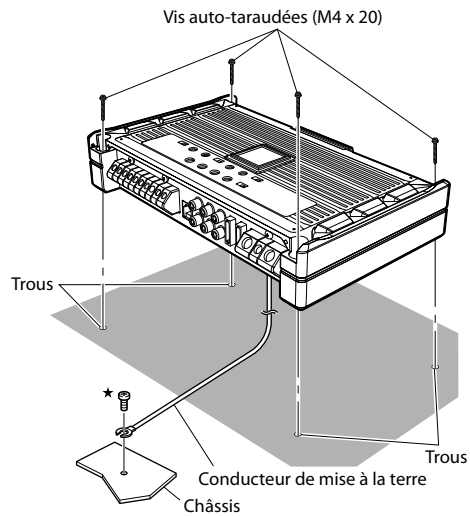

Fig. 3
6. Positionner le PDR-V75 par dessus les trous et fixer avec les quatre vis auto-taraudées. (Fig. 3)